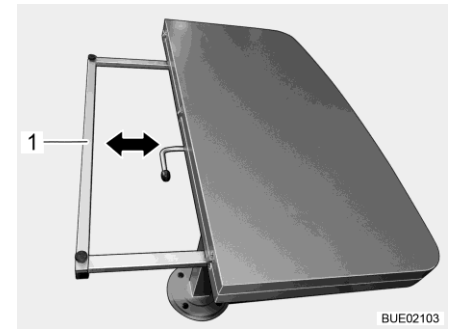

Fig. 130 Reducir el tamaño del tablero de la mesa
- Sujetar ambos lados del marco de apoyo (Fig. 130,1) e insertarlo uniformemente hasta el tope debajo del tablero de la mesa.